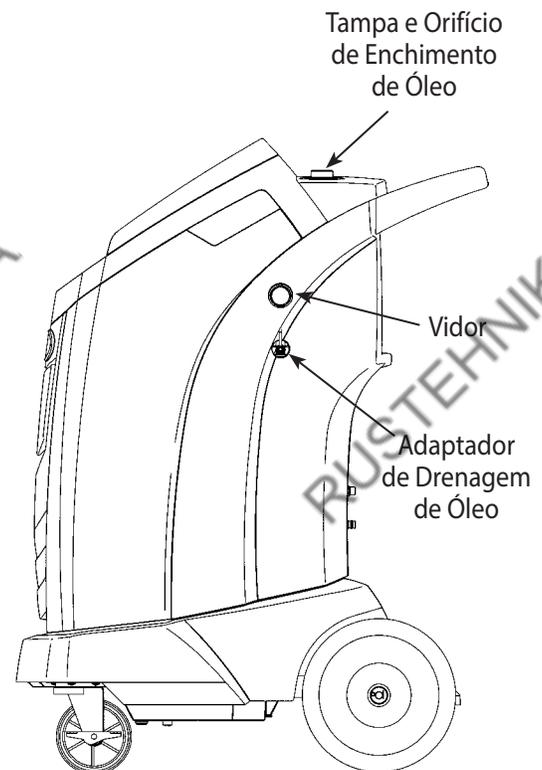

Figura 14
3. Abra lentamente a tampa de enchimento de óleo para se certificar de que não há pressão na máquina. Depois, retire cuidadosamente a tampa. Ver Figura 14.